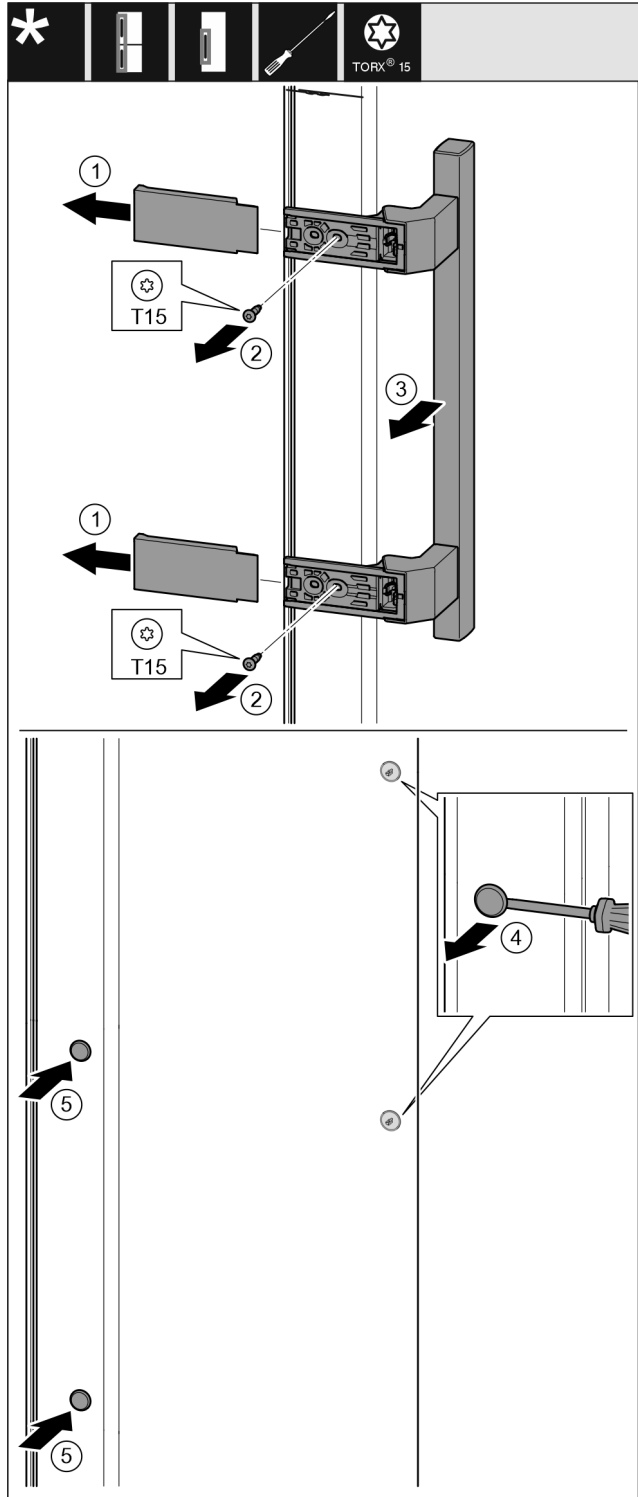

Fig. 17
- ▶ Vedä suojus irti. Fig. 17 (1)
- ▶ Kierrä ruuvit irti T15-ruuvimeisselillä. Fig. 17 (2)
- ▶ Irrota kahva. Fig. 17 (3)
- ▶ Kohota sivussa olevia nastoja varovasti uraruuvimeisselillä ja vedä ne ulos. Fig. 17 (4)
- ▶ Aseta nastat paikoilleen toiselle puolelle. Fig. 17 (5)